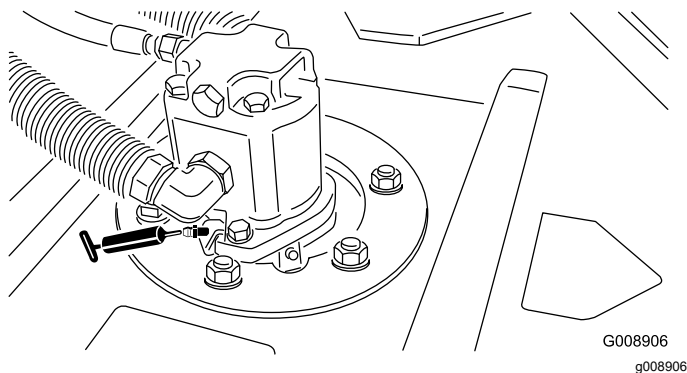

Figura 43
- 2 (por unidad de corte) cojinetes de eje giratorio de unidad de corte (**Figura 43**)